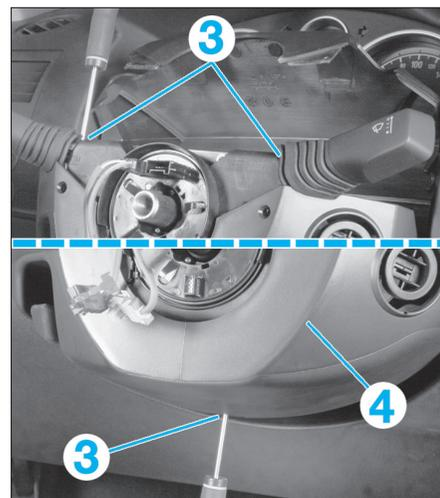

FIG. 6
- les trois vis (3) de la garniture inférieure (4) de la colonne de direction (fig. 6).